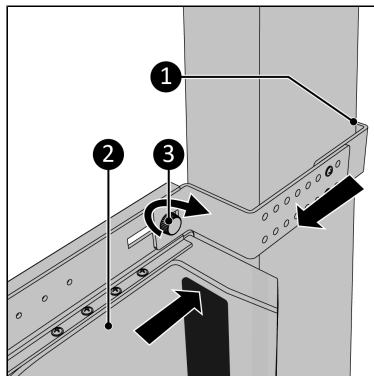

Figura 72.
9. Împingeți ferm ușa de ieșire pe rama ferestrei (Figura 72), nt. 2).
10. Trageți suportul cât mai mult posibil spre dumneavoastră (Figura 72, nt. 1) astfel încât să se fixeze corect.
11. Strângeți capacul filetat (Figura 72, nt. 3).